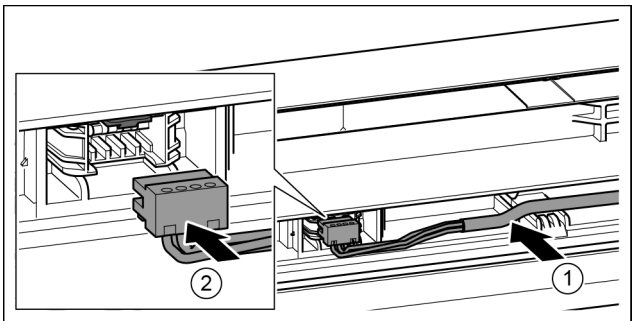

Fig. 38
- ▶ Introduzca el cable gris en la guía ubicada en la puerta superior. *Fig. 38 (1)*
- ▶ Encaje el conector. *Fig. 38 (2)*